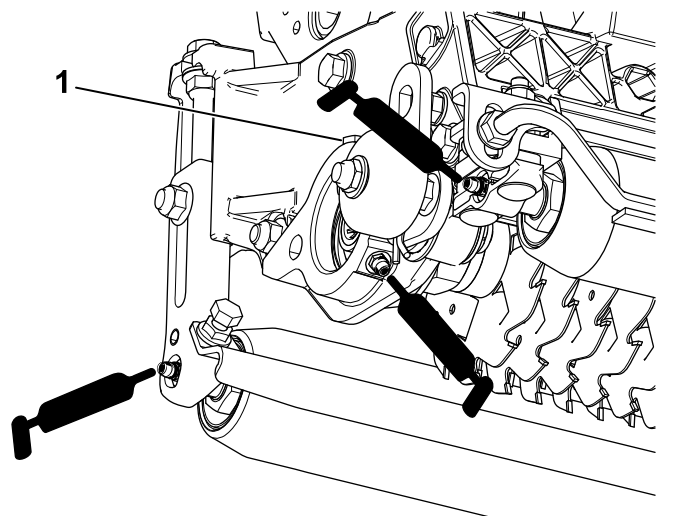

Figura 13
Cada unidad de verticorte tiene 5 engrasadores (Figura 13) que deben ser lubricados semanalmente con grasa de litio N.º 2.
2. Aplique grasa hasta que salga grasa limpia de las juntas del rodillo y la válvula de alivio del cojinete (Figura 13).